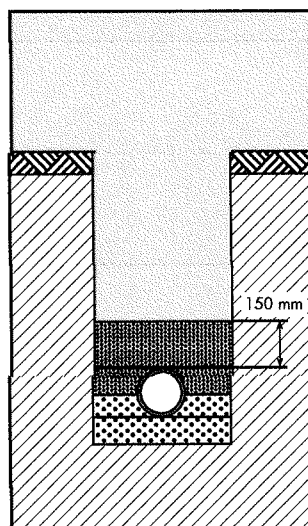

Fig. 13 - Riempimento a minima altezza necessaria per la costipazione meccanica
- può essere aggiunto uno strato di 150 mm compattato a macchina, purché non direttamente sulla generatrice superiore del tubo (fig. 13);